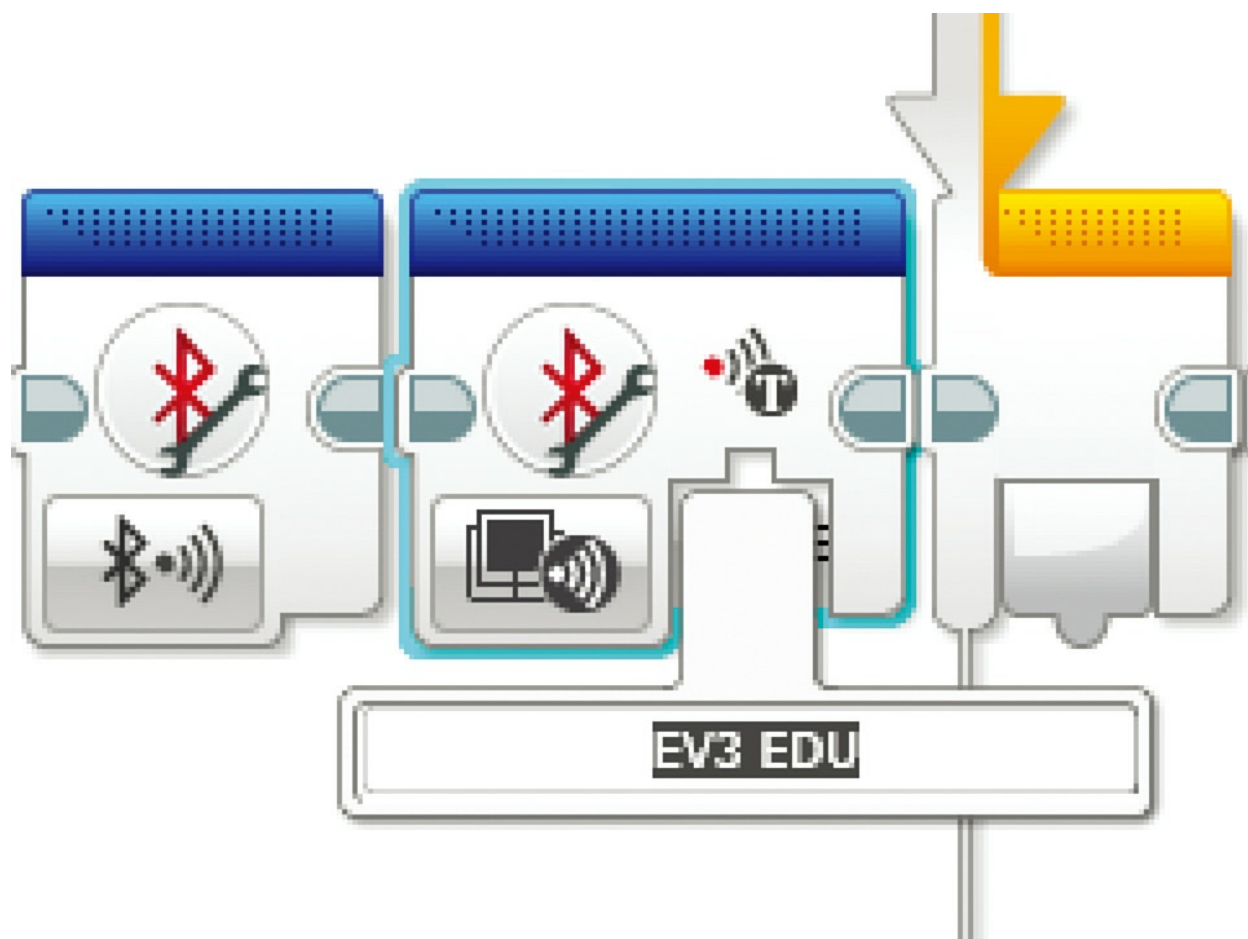

图11.41 在这里键入另一个EV3机器人的名称
1. 将另一个蓝牙连接模块拖曳到程序中，放置在第一个蓝牙连接模块之后，主屏幕中的循环模块之前。将模式转变为“开始”并将其连接至“EV3 EDU”处，输入另一个EV3智能砖的名字（如图11.41所示）。